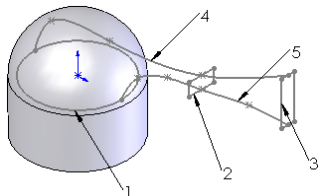
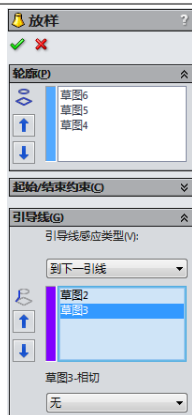
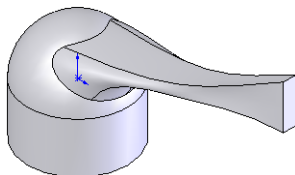

图 6-97 设置视图方向后的图形
图 6-98 “放样”属性管理器
图 6-99 放样实体后的图形
**25** 设置视图方向。单击“前导视图”工具栏中的“等轴测”图标，将视图以等轴测方向显示，结果如图 6-97 所示。
**26** 放样实体。在菜单栏中选择“插入”→“凸台/基体”→“放样”命令，或者单击“特征”工具栏中的“放样凸台/基体”图标按钮，此时系统弹出如图 6-98 所示的“放样”属性管理器。在“轮廓”一栏中，依次选择图 6-97 中的草图 1、草图 2 和草图 3；在“引导线”一栏中，依次选择图 6-97 中的草图 4 和草图 5。单击属性管理器中的“确定”图标按钮，完成实体放样，结果如图 6-99 所示。